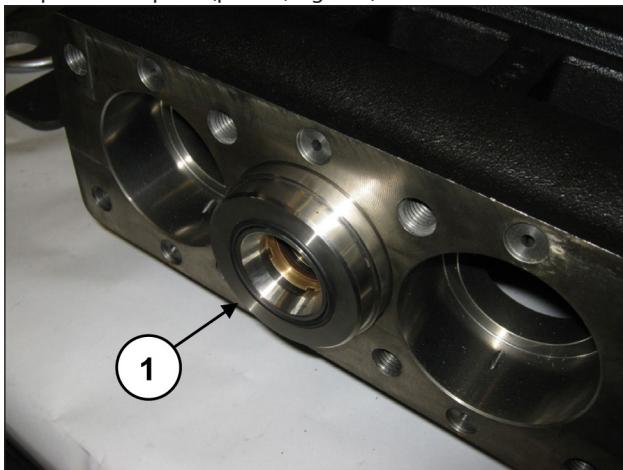

Fig. 172
Extraer la junta tórica del fondo del soporte de la junta si se queda dentro del cárter de la bomba (pos. ①, Fig. 172).